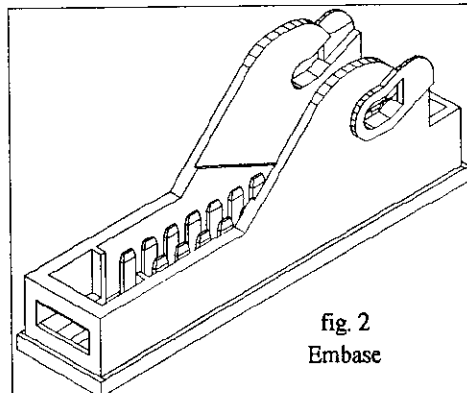

fig. 2
- Embases 16/25/35 voies pour unités de raccordement de camions (voir fig. 2)